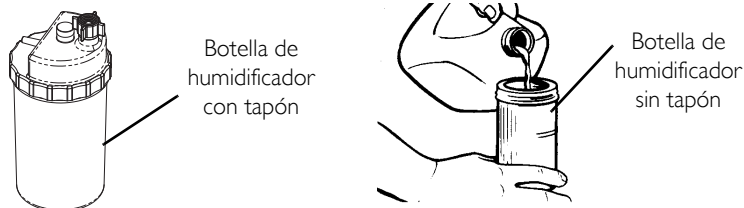
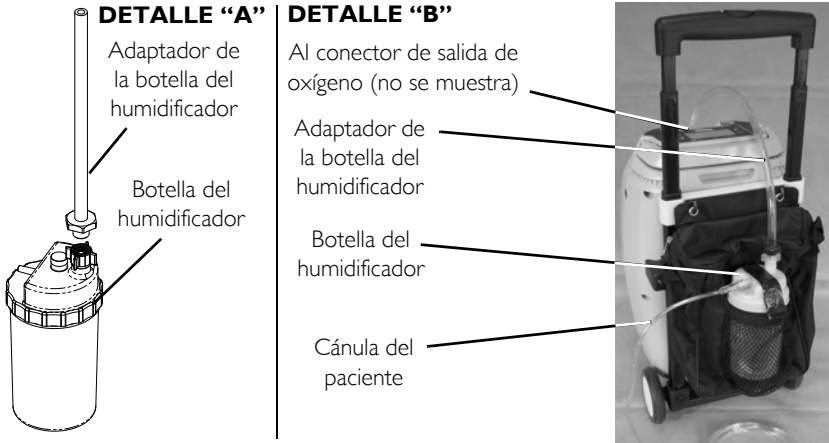

FIGURA 6.3 Llenado del humidificador
FIGURA 6.4 Accesorio del humidificador
NOTA: Para este procedimiento, consulte a FIGURA 6.3 y FIGURA 6.4 en la página 300.
3. Fije el adaptador de la botella del humidificador a la misma girando la tuerca de la botella del humidificador en el sentido contrario a las agujas del reloj hasta que se cierre de forma segura. Véase DETALLE "A" en FIGURA 6.4.
4. Coloque la botella del humidificador y el adaptador, en el bolsillo exterior de la bolsa de accesorios. Fije la bolsa de accesorios al carrito de transporte tal y como se muestra en FIGURA 6.4.
6. Fije los tubos de oxígeno desde el adaptador / botella del humidificador al conector de la salida de oxígeno del concentrador. Véase DETALLE “B” en FIGURA 6.4.
7. Fije el tubo de suministro de la cánula / paciente a la salida de la botella del humidificador. Véase DETALLE “B” en FIGURA 6.4.